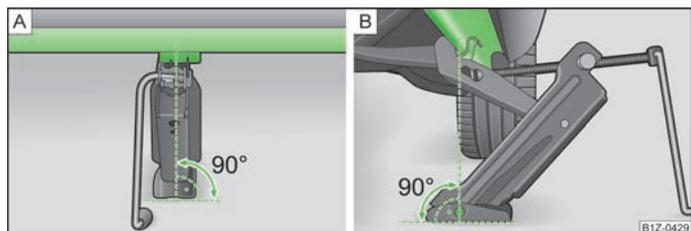

Fig. 160 Application du cric
- Appliquez le cric de façon à ce que la griffe entoure la nervure » fig. 160 - B sous la marque.
- Assurez-vous que l'embase du cric repose sur toute sa surface sur un sol plat et s'applique perpendiculairement » fig. 160 à l'emplacement où la griffe entoure la nervure.